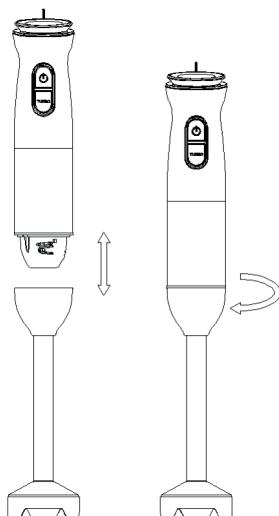

FIG. 2
- 2- Cortar los alimentos en cubos no mayores de 15 mm, a continuación introducirlos en el vaso y añadir un poco de agua hervida fría o agua normal, leche, etc. (Fig. 2)